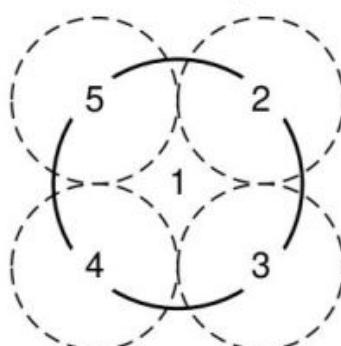

Рисунок 2 – Схема расположения прибора при проведении измерений
Сместите условный центр прибора относительно первого измерения на 5...7 см по диагонали в положение «2 часа» (см. рис. 2). Проведите 2-е измерение (коснитесь кнопки измерений и отойдите от прибора на один шаг). Через 3 - 4 секунды, после завершения измерения, на дисплее появится значение плотности « $\rho_2$ » и температуры « $T$ » во второй точке измерения.
Затем проведите ещё 3 измерения, переставляя прибор в положения «4 часа», «8 часов» и «10 часов» (точки 3, 4 и 5 на рис. 2).
- сместите условный центр прибора, ориентируясь по нарисованной окружности, на 5...7 см по диагонали в положение «2 часа» (см. рис. 2) и проведите измерения плотности « **$\rho_2$** »;
- сместите условный центр прибора, ориентируясь по нарисованной окружности, на 5...7 см по диагонали в положение «2 часа» (см. рис. 2) и проведите измерения плотности «**U2**»;